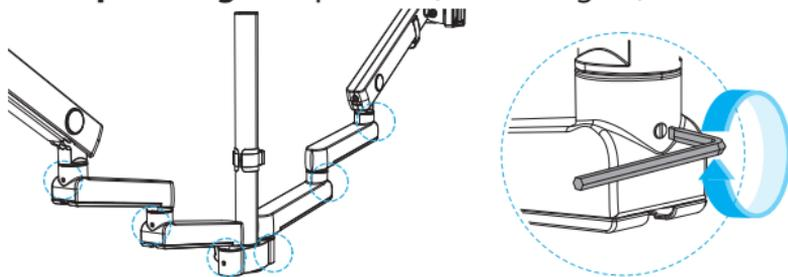

Abbildung 11
2. Nutzen Sie die **flache Seite** des **3mm Inbusschlüssels**, um die **Schwenkschraube(n)** festzuziehen. (Optional) **Lösen** Sie die **Schwenkschraube(n)** leicht, um die **Schwenkspannung** anzupassen. (Abbildung 11)